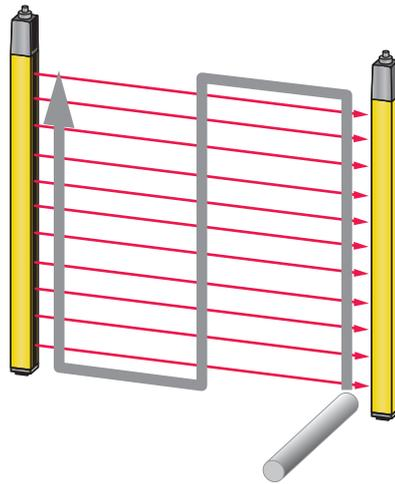

Figura 9.1: Controllo della funzione del campo protetto con una barra di controllo
☞ Interrompere in funzionamento continuo un raggio di luce attivo con un apposito corpo di prova (vedi figura 9.1). Il movimento che arreca pericolo viene arrestato immediatamente?
- ↪ Interrompere tutti i raggi di luce a distanze diverse dall'emettitore e dal ricevitore con una barra di controllo da un punto al di fuori dell'area pericolosa (vedi figura 9.1) e accertarsi che la macchina non possa essere avviata quando il raggio di luce è interrotto.